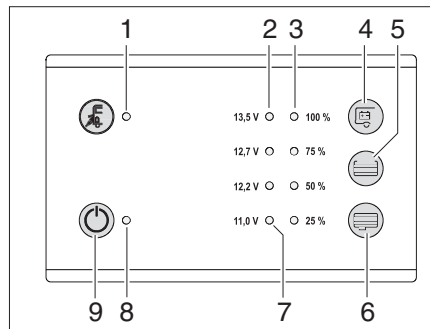

Fig. 78 Panneau de contrôle LT 100
Le niveau de remplissage du réservoir d'eau peut être interrogé avec le champ de capteurs (Figure 78,4).
- Toucher le champ de détection du capteur (Figure 78,5): le niveau de remplissage du réservoir d'eau est affiché en quatre niveaux avec les DEL (Figure 78,3) (25 % à 100 %).
Le niveau de remplissage du réservoir d'eaux usées peut être interrogé avec le champ de capteurs (Figure 78,6).
- Toucher le champ de détection du capteur (Figure 78,6): le niveau de remplissage du réservoir d'eaux usées est affiché en quatre niveaux avec les DEL (Figure 78,3) (25 % à 100 %).
La tension de la batterie de cellule peut être affichée avec le champ de détection du capteur (Figure 78,4).
Les LED de contrôle (Figure 78,2) affichent la tension de batterie.
- La LED rouge d'avertissement (Figure 78,7) s'allume: tension de batterie supérieure à 11,0 V
Le voyant d'alerte rouge (Figure 78,7) s'allume dès que la charge de la batterie de cellule descend en dessous de 11 V (mesurée en marche) et qu'il y a risque de décharge profonde des batteries.
L'interrupteur principal 12 V (Figure 78,9) établit ou coupe le panneau de contrôle et l'alimentation 12 V de la cellule.
Mise en service: ■ Pousser le commutateur à bascule (Figure 78,9) vers le haut "On": l'alimentation 12 V de la cellule est assurée. Le voyant de contrôle (Figure 78,8) s'allume en vert.
Mise hors service: ■ Pousser le commutateur à bascule (Figure 78,9) vers le bas "Off": l'alimentation 12 V de la cellule est coupée. Le voyant de contrôle (Figure 78,8) s'éteint.
Le voyant de contrôle 12 V (Figure 78,8) s'allume dès que l'interrupteur principal 12 V (Figure 78,9) est enclenché.
Le voyant de contrôle 230 V jaune (Figure 78,1) s'allume lorsque la tension de réseau est présente à l'entrée du bloc électrique.